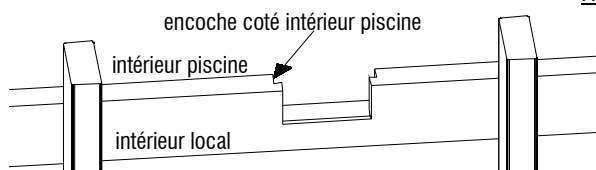

Figure 7 :
a) Les skimmers s'emboîtent en même temps que les bastinges spécifiques (encoche coté intérieur). (figure 7).